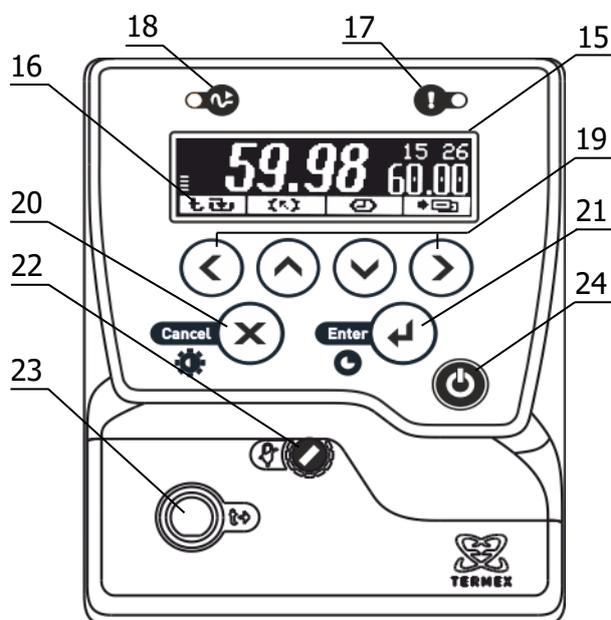

Рисунок 2 – Лицевая панель
Система безопасности блоков регулирования отключает двигатель насоса и нагреватель при срабатывании хотя бы одной из защит или неисправности датчика температуры (1.2.13). При срабатывании системы безопасности раздается звуковой сигнал, загорается индикатор 17 (рисунок 2) и на дисплей 15 выводится информация о причине неисправности.
2.3.1 После подключения сетевого кабеля к электрической сети блок регулирования переходит в режим ожидания. Подключение сопровождается кратковременной подсветкой дисплея 15 (рисунок 2).
2.3.6 Для регулировки яркости подсветки или контраста дисплея нажать кнопку 20 (X), выбрать изменяемый параметр кнопками (▲) и (▼) и установить его значение кнопками (◀) и (▶). Зафиксировать изменение нажатием кнопки 21 (↩) (рисунок 2).
2.7.6 Для выбора уставки в качестве текущей кнопками (▲) и (▼) подвести к ней указатель. Значение отмеченной указателем уставки дублируется крупными цифрами в правой части дисплея. Для подтверждения выбора отмеченной уставки нажать кнопку 21 (←). Для отмены выбора нажать кнопку 20 (×) (рисунок 2).
2.7.7 Для изменения численного значения отмеченной указателем уставки нажать кнопку (▶). На рамке, обрамляющей значение уставки в правой части дисплея, появятся «засечки», указывающие на изменяемую позицию в численном значении. Цифра в отмеченной позиции мигает. Нажатиями кнопок (▲) и (▼) установить требуемую цифру в отмеченной позиции. Если удерживать кнопку нажатой, значение уставки будет изменяться непрерывно. Нажатиями кнопок (◀) и (▶) переместить отметку изменяемой позиции. Дискретность изменения значения уставки зависит от положения изменяемой позиции: если отмечена позиция десятков, то при единичном нажатии кнопки (▲) или (▼) значение уставки изменится на 10 °С. Если отмечена позиция десятых долей, то значение уставки изменится на 0.1 °С соответственно. Закончить ввод нового значения уставки нажатием кнопки 21 (←). Для возврата к значению уставки до ее изменения нажать кнопку 20 (×) (рисунок 2).
2.8.3 При срабатывании защиты раздается звуковой сигнал и загорается красный индикатор срабатывания системы безопасности 17 (рисунок 2). Работа насоса и нагревателя будет блокирована. На дисплее отобразится текущее состояние системы защит.